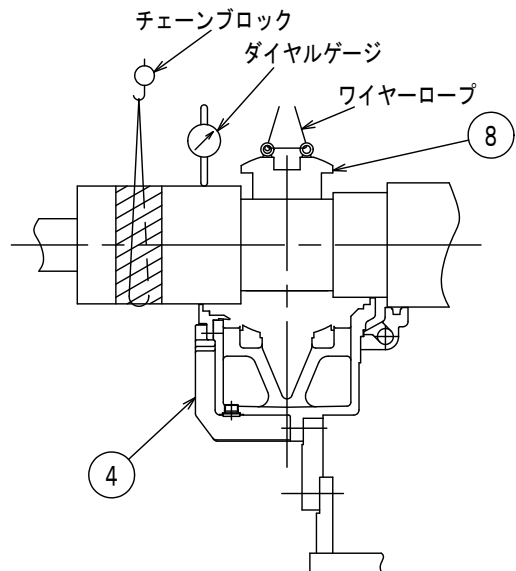

図13-8
- (b) 回転子が浮き上がったら⑧軸受下半部を軸ジャーナルの真上まで移動する。
- (c) ⑧軸受下半部にアイボルトを取り付け吊り出す。(図13-8)